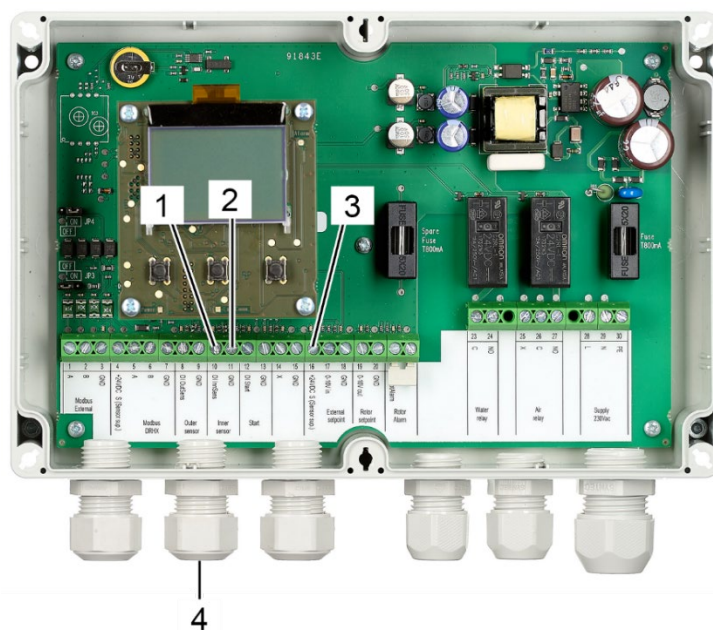

Abbildung 86: Kabelbuchse und Terminals Rotormitteannäherungssensor
10. Führen Sie das Anschlusskabel des Annäherungssensors für die Rotormitte durch die Kabelbuchse (Abbildung 86/4).
11. Schließen Sie das schwarze Signalkabel an Terminal 10 (Abbildung 86/1, DI) der Rotorreinigersteuerung an.
12. Schließen Sie das blaue Erdungskabel an Terminal 11 (Abbildung 86/2, GND) der Rotorreinigersteuerung an.
13. Schließen Sie das braune Stromversorgungskabel an Terminal 16 (Abbildung 86/3, +24 VDC S (Sensor sup.)) der Rotorreinigersteuerung an.